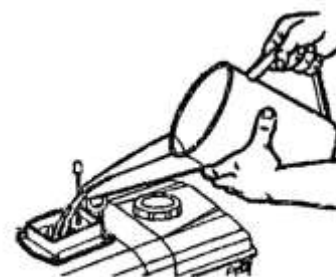

рис.2
5. При помощи воронки наполните бачок охлаждающей жидкостью до уровня всплытия поплавка (рис. 2). При этом необходимо закрыть сливной вентиль. В качестве охлаждающей жидкости рекомендуется использовать специальную охлаждающую жидкость (антифриз)